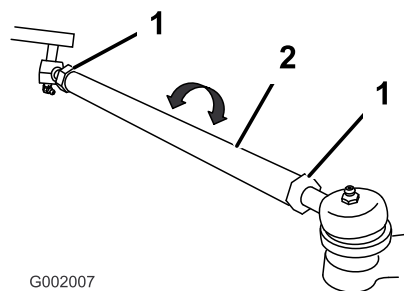

図 62
5. 前後の測定値の差が所定範囲にない場合、タイロッド両端のジャムナットを外して調整を行う(図 62)。